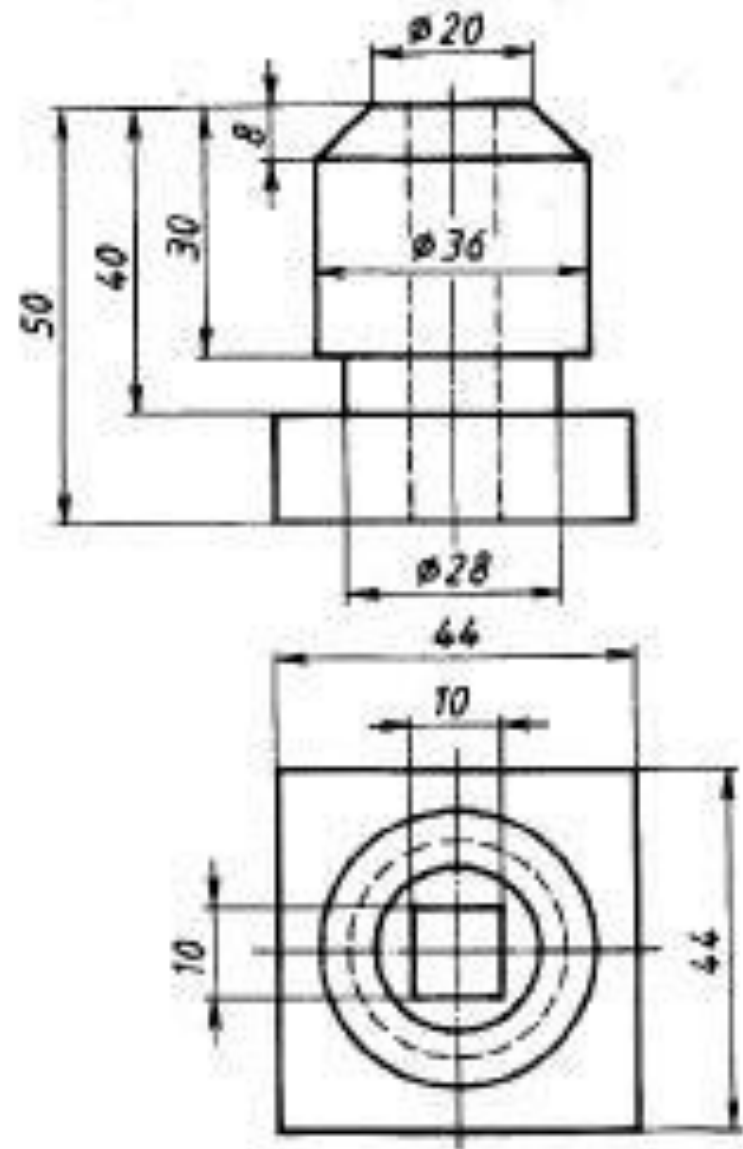

Рис. 150. Втулка
5. Прочитайте чертеж (рис.150) и ответьте на дополнительные вопросы:
6. Выполните чертеж детали (рис. 150), сократив число размеров, введя условные обозначения. Ось детали расположите горизонтально.